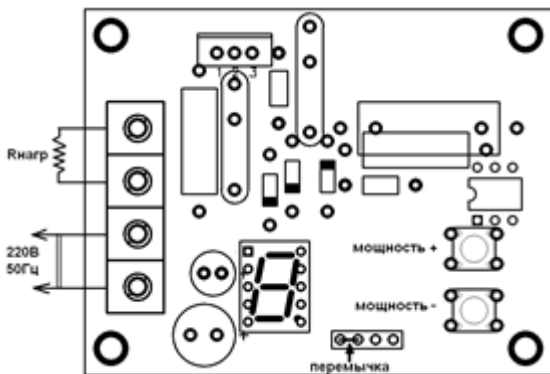

Рис.1 Числоимпульсный режим
Переключение режимов производится при помощи переключки Рис.1, Рис.2
2. При помощи перемычки установите необходимый режим работы (Рис.1, Рис.2)